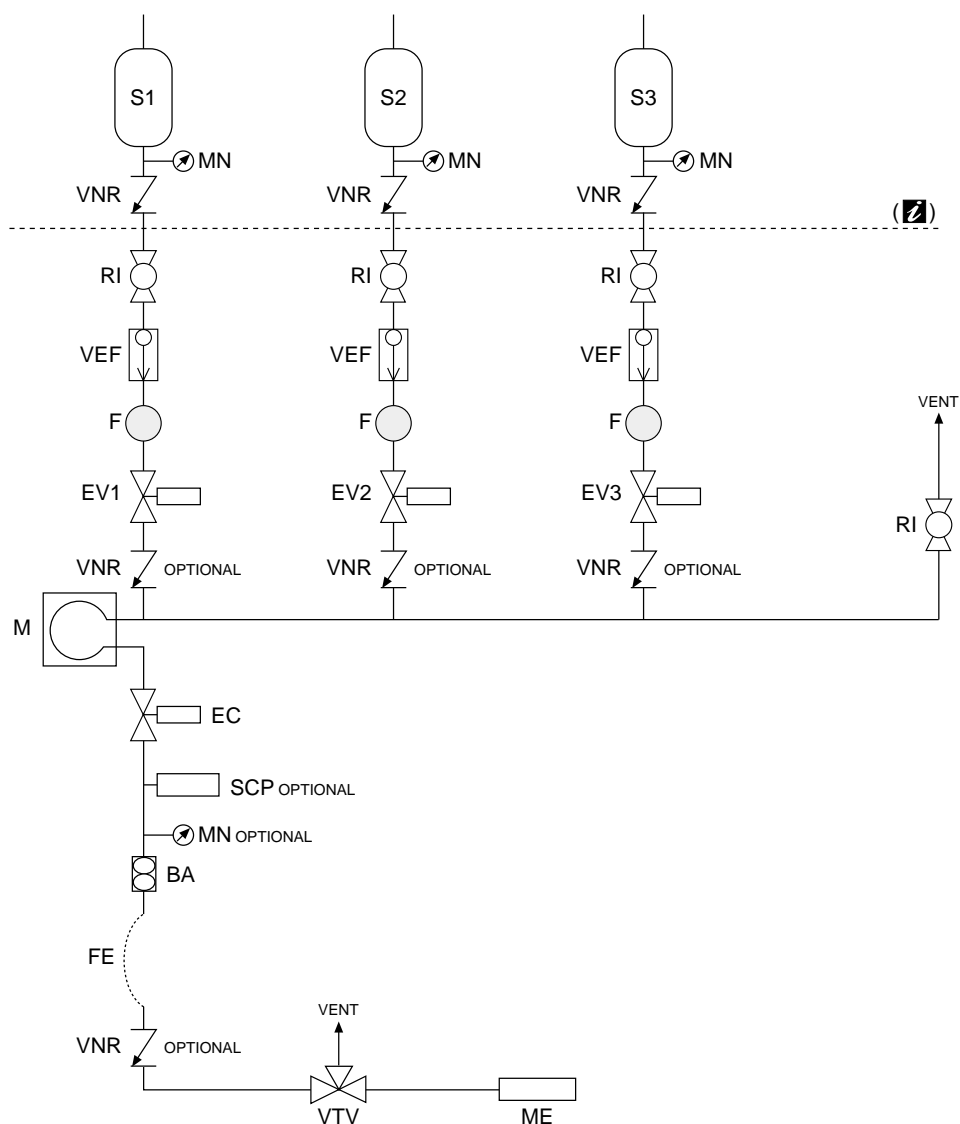

figura 1 Schema indicativo di funzionamento sistema distribuzione metano
2.2 Procedura di erogazione (vedi figura 1)